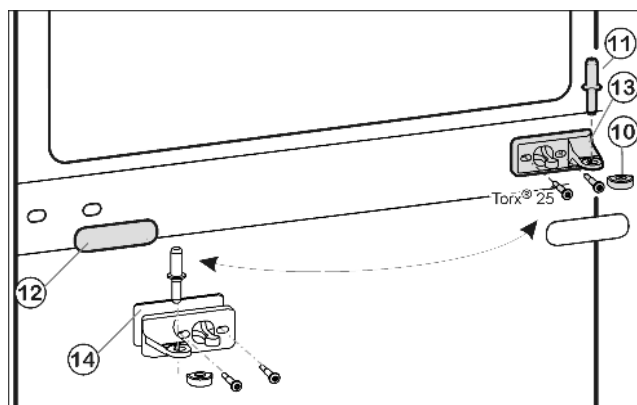
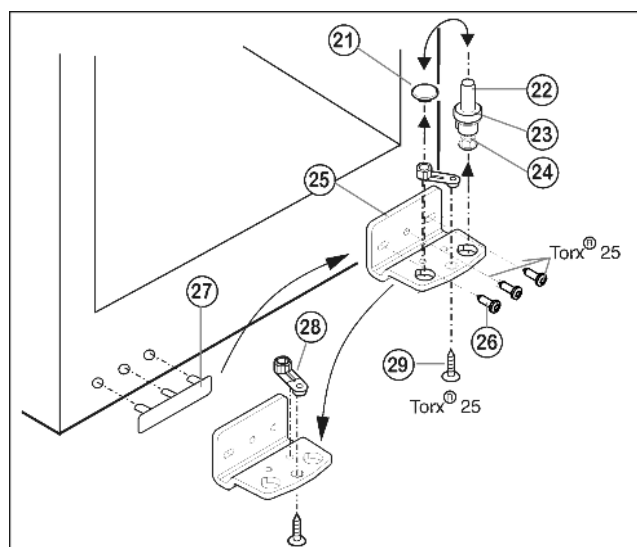

Fig. 5
Fig. 6
- ▶ Scoateți bolțul lagărului mijlociu Fig. 5 (11) din suportul lagărului și din ușa inferioară.
- ▶ Scoateți capacul din plastic Fig. 5 (10).
- ▶ Deșurubați mijlocul suportului lagărului Fig. 5 (13) (2 ori Torx® 25).
- ▶ Scoateți cu atenție masca de protecție Fig. 5 (12).
- ▶ Înșurubați strâns (cu 4 Nm) Fig. 5 (13) mijlocul suportului de lagăr Fig. 5 (14) cu suportul, rotiți cu **180°**, pe noua latură a balamalei.
- ▶ Cuplați din nou masca de protecție Fig. 5 (12), rotită cu **180°**, pe noua latură a mânerului.
- ▶ Extrageți bolțul lagărului Fig. 6 (22) integral, împreună cu șaiba Fig. 6 (23) și piciorul reglabil Fig. 6 (24), în sus.
- ▶ Scoateți dopul Fig. 6 (21).
- ▶ Deșurubați Fig. 6 (26) suportul de lagăr Fig. 6 (25).
- ▶ Deșurubați Fig. 6 (29) piesa suport Fig. 6 (28) și montați-o la gaura opusă de montare a suportului lagărului, iar apoi înșurubați-o strâns.
- ▶ Scoateți cu atenție și mutați pe partea opusă capacul de pe partea de prindere Fig. 6 (27).
- ▶ Înșurubați **strâns (cu 4 Nm)** suportul lagărului Fig. 6 (25) pe noua parte a balamalei, folosind o șurubelniță cu acumulator dacă este cazul.
- ▶ Introduceți dopul Fig. 6 (21) în cealaltă gaură.
- ▶ Introduceți din nou bolțul lagărului Fig. 6 (22) integral, împreună cu șaiba și piciorul reglabil. Aveți grijă aici ca respectiva camă de cuplare să fie îndreptată către înapoi.
- ▶ Așezați ușa inferioară de sus pe bolțul lagărului inferior Fig. 6 (22).
- ▶ Așezați din nou capacul din plastic Fig. 5 (10) pe suportul de lagăr mijlociu Fig. 5 (13).
- ▶ Introduceți bolțul lagărului mijlociu Fig. 5 (11), pe noua latură a balamalelor, prin suportul de lagăr mijlociu Fig. 5 (13) în ușa inferioară.
- ▶ Așezați ușa superioară pe bolțul lagărului mijlociu Fig. 5 (11).
- ▶ Aliniați eventual ușile, prin intermediul celor două găuri alungite din suportul de lagăr inferior Fig. 6 (25) și suportul de lagăr mijlociu Fig. 5 (13), cu carcasa aparatului. Deșurubați șurubul mijlociu al suportului de lagăr inferior Fig. 6 (25).